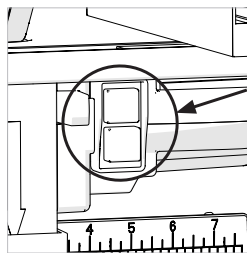

Fig. 24
2. Ein-/Aus-Schalter der Tischsäge (Abb. 24)